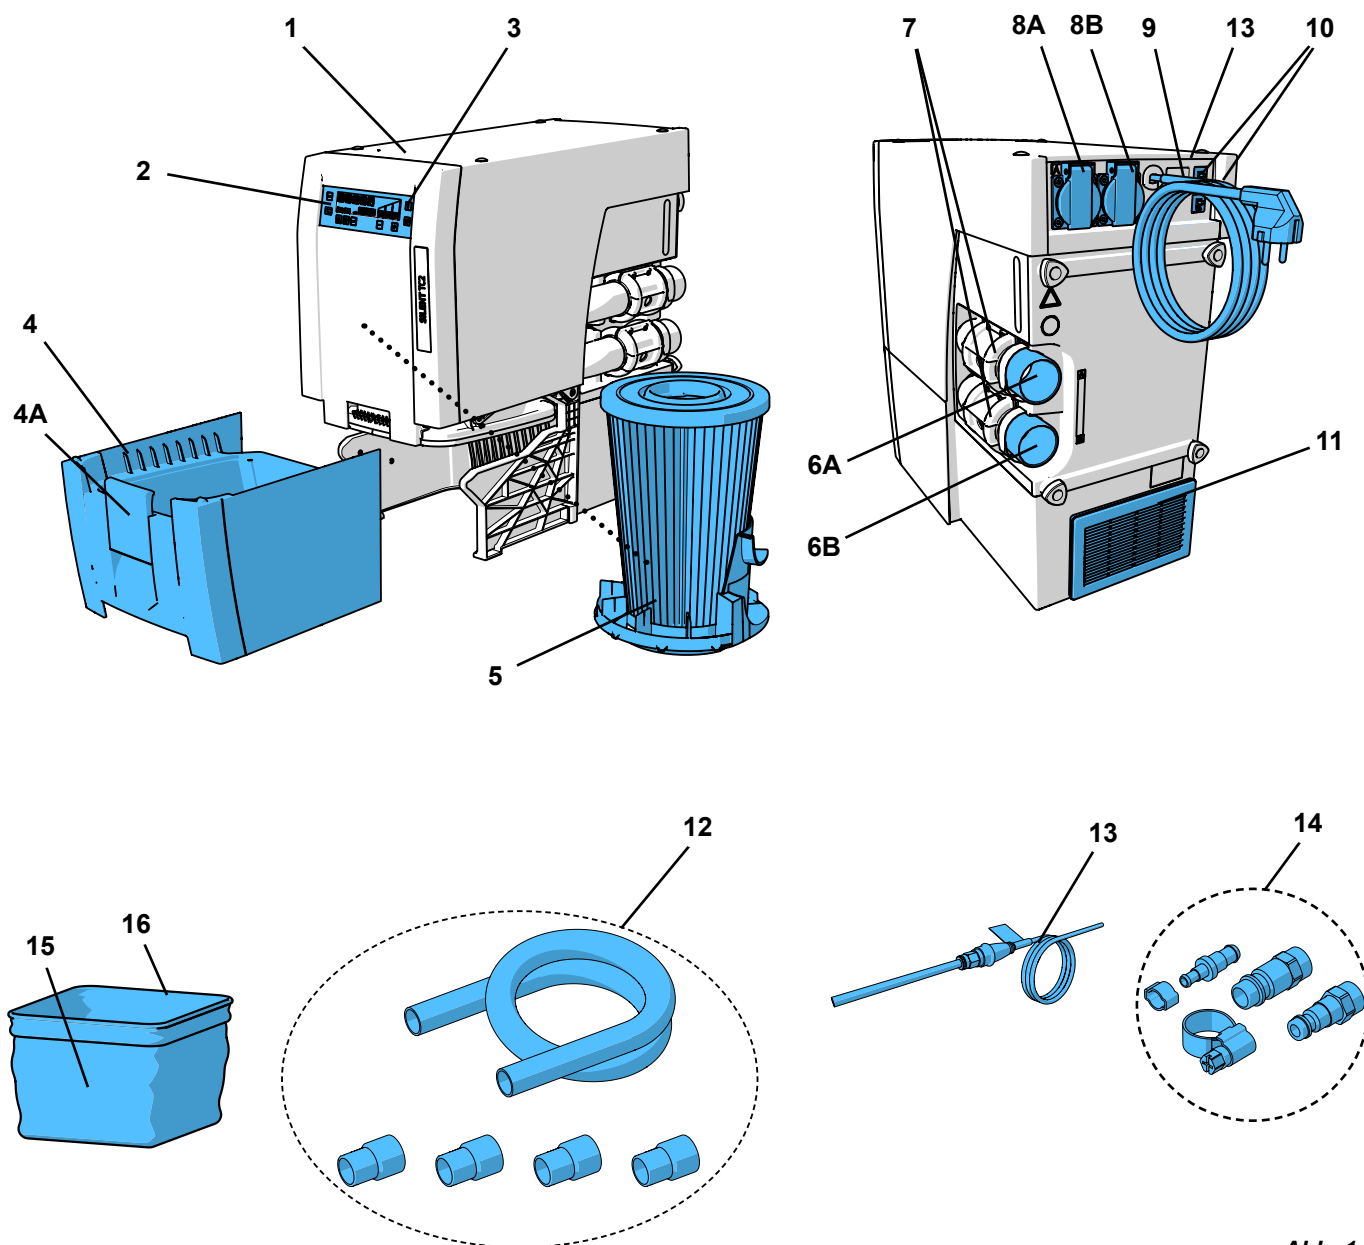

Abb. 1
- der Abluftaustritt (11, Abb. 1) nicht behindert wird.
- Externe Ablufführung (A) (siehe Kap. 4.7).
- Öffnung in Schrankrückwand (B), min. 250 x 120 mm, direkt gegenüber dem Abluftaustritt (11, Abb. 1).
- Rückwand des Schanks entfernen (C), Abstand der Schrankrückseite zur Wand min. 50 mm.
- ⇒ Netzkabel (9, Abb. 1) entrollen und Netzstecker in Steckdose der Gebäudeinstallation einstecken.
- ⇒ Passende Schlauchkupplung aus beiliegendem Anschlusset (14, Abb. 1) auswählen und am Schlauchende anbringen.